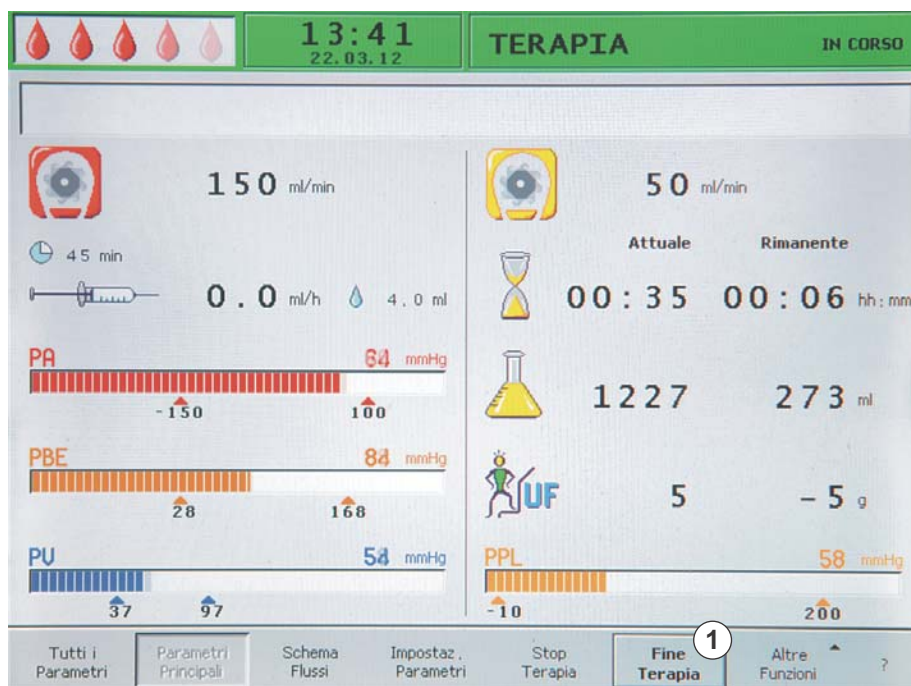

Fig. 6-5 Videata *Parametri Principali* con la voce *Fine Terapia*
Una volta trattato tutto il volume plasmatico desiderato, l'apparecchiatura passa in modalità stand-by. Il circuito sangue continua a funzionare in base all'ultima velocità di flusso sangue selezionata. Il cursore si posiziona automaticamente sulla voce *Fine Terapia* nella barra dei menu (Fig. 6-5 , ①).